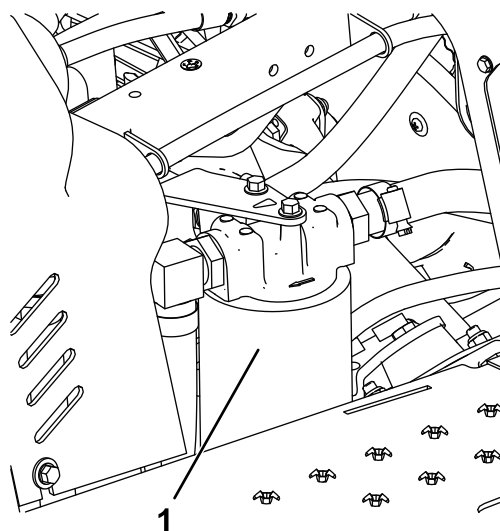

図 42
4. マシンの左側にある油圧フィルターの下にドレンパンを置く (図 42)。
7. 新しい油圧フィルタ (図 42) を、ガスケットがフィルターアダプターに接触するまで手でねじ込み、さらにフィルターを3/4回転締める。